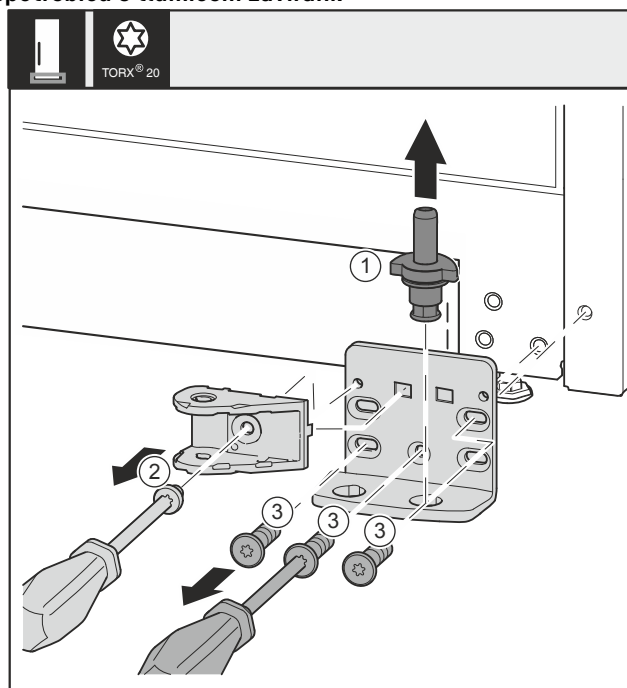

Fig. 36
- ▶ Ložiskový čep Fig. 36 (1) celý vytáhněte nahoru.
- ▶ Šroubovákem vyšroubujte šrouby Fig. 36 (2) a sejměte spojení tlumiče zavírání.
- ▶ Šroubovákem vyšroubujte šrouby Fig. 36 (3) a sejměte stojan ložiska.